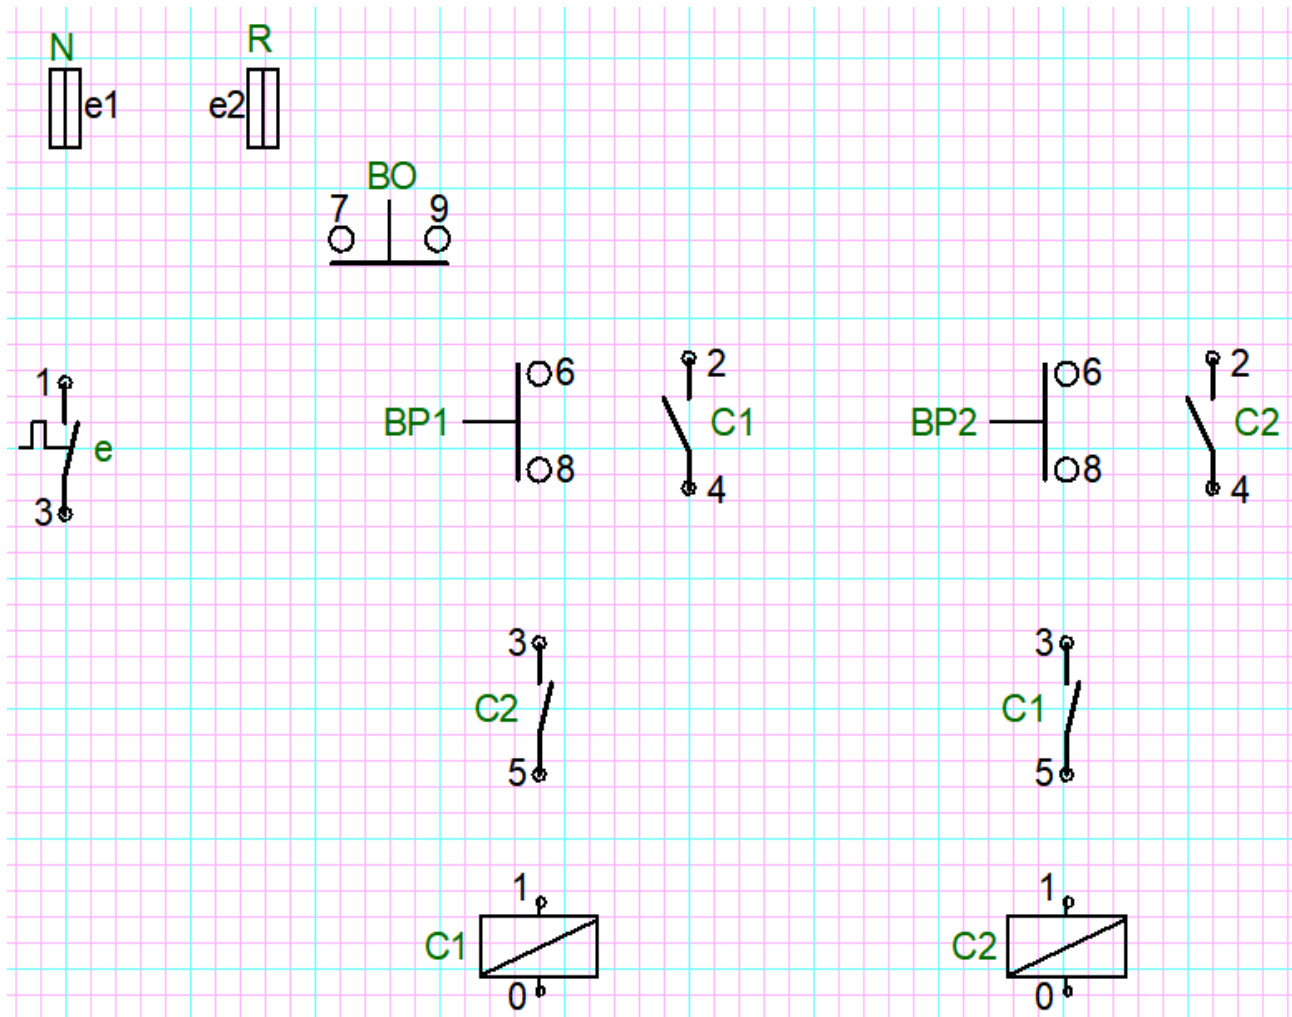

Figura 5.11 Plasarea simbolurilor schemei electrice de comandă pe foia de desen
3. După plasarea și notarea aparatelor obțin schema din **figura 5.11**